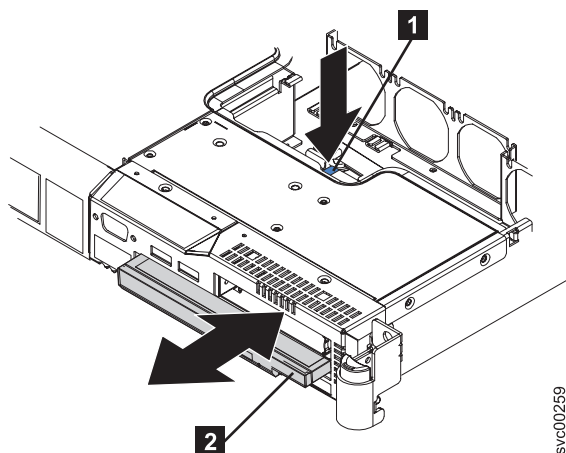

図 211. SAN ポリウム・コントローラー 2145-8G4 のダミー CD/DVD ドライブ
3. ダミー CD/DVD ドライブ **2** を解放します。これを行うには、254 ページの図 211 に示すように、解放ボタン **1** を押し、ドライブを約 2 cm 外側にスライドさせます。このドライブが動きだすよう